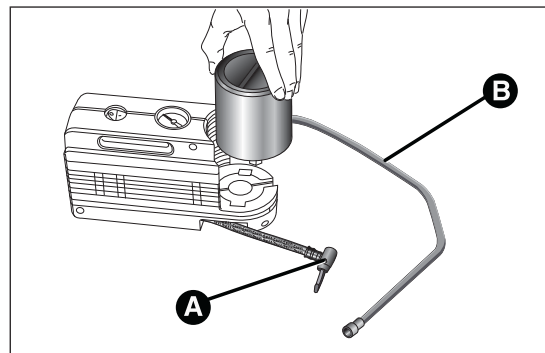

fig. 127
- ☐ desacoplar el acoplamiento A fig. 127;